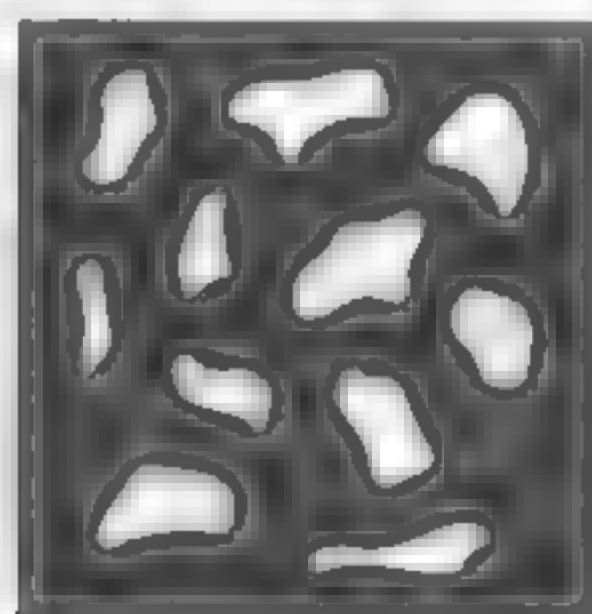

Рис. 9.16 Какелюра, или фигурный затенитель
**Какелюры**, или **фигурные затенители**, — дырчатые пластины, помещенные перед фронтальной частью прожектора с линзой Френеля, которые обеспечивают «дробление» светового луча. Чем дальше будет перемещаться затенитель от светильника, тем жестче будут границы теней от рисунка на пластине. Какелюры оснащены шарнирными устройствами, как и флаги (рис. 9.16).